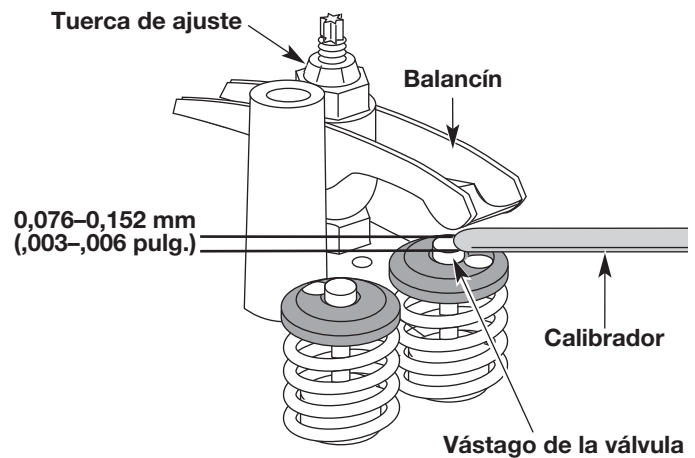

Fig. 34
7. Deslice el calibrador de hoja entre el balancín y la parte superior de cada uno de los vástagos de las válvulas. Mida el huelgo entre el vástago de la válvula y el brazo oscilante (Fig. 34). Realice esto en las válvulas de entrada y de escape.
- a. Gire la tuerca de ajuste con una llave de 8 mm (5/16 pulgadas) o una guía de tuercas (Fig. 34).